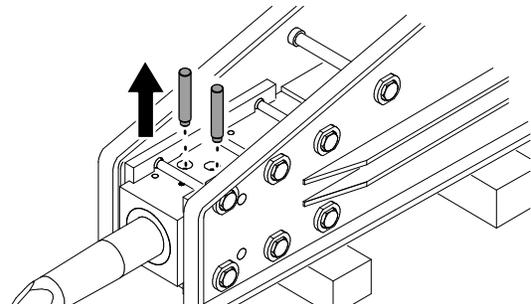

Bild 6
3. Entfernen Sie die Haltestifte (Bild 6).